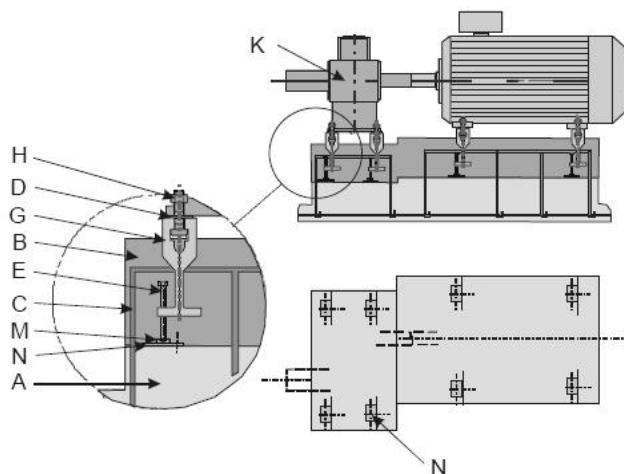

Рис. 1. Размещение рабочего агрегата на базовых панелях.
Рабочий агрегат (K) устанавливается на базовые панели (G) бетонного фундамента (A) (рисунки 1). Арматура (C) должна обеспечивать надежное крепление вторичного бетонирования (B). Высота заливки бетона в фундаменте определяется, исходя из необходимого положения вала рабочего агрегата, закрепленного на базовых панелях. Точное определение высоты вала рабочего агрегата выполняется с помощью регулировочных болтов (E) в базовых панелях. Рис. 1.